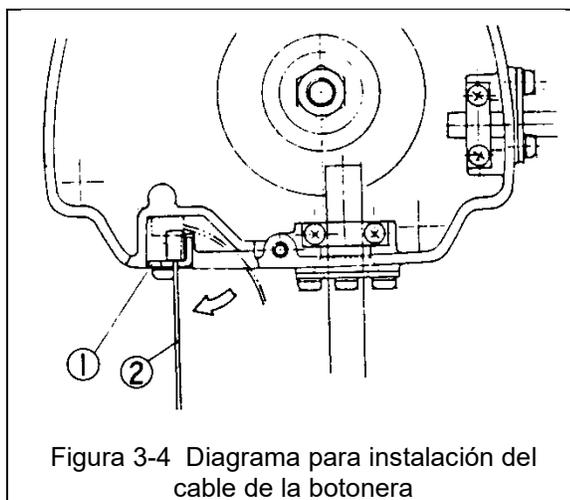

Figura 3-4 Diagrama para instalación del cable de la botonera
- Consulte la Figura 3-4.
- Sujete el cable de alivio de tensión (2) al soporte de cable L (1).